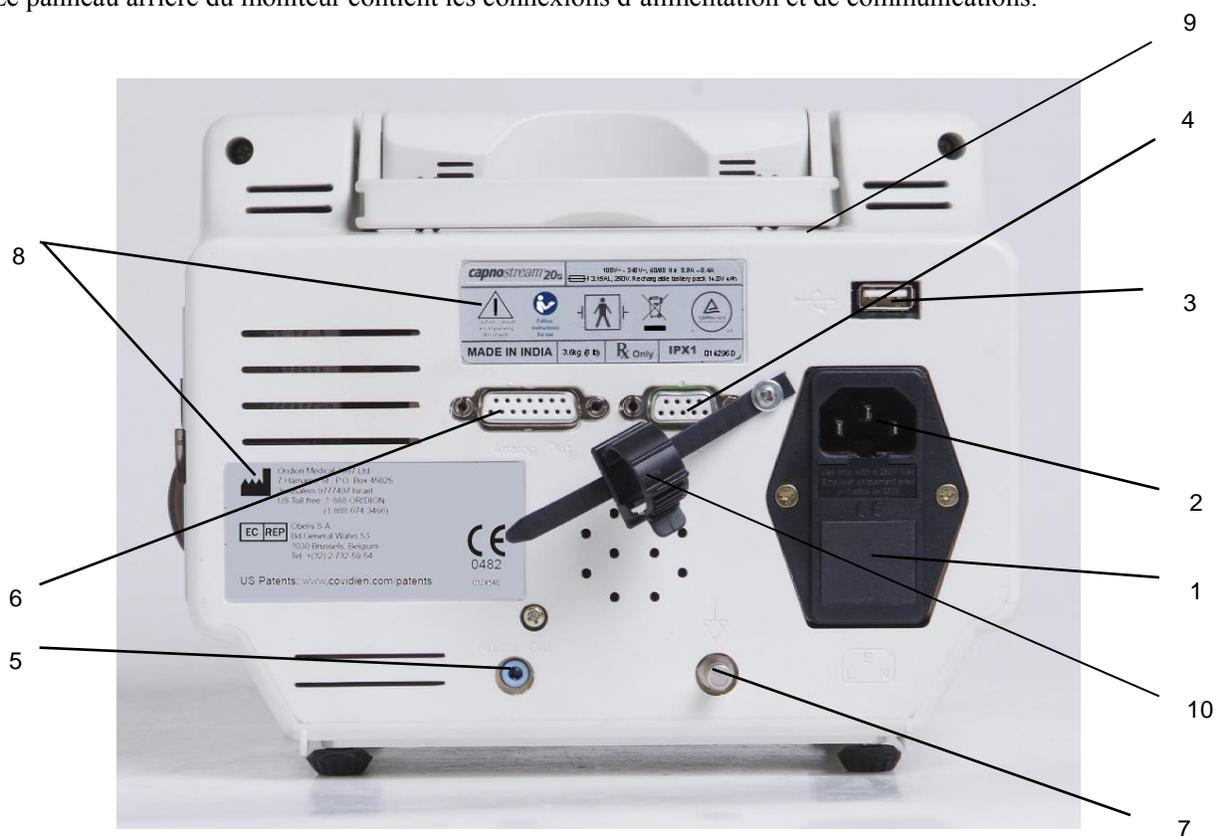

Figure 7 – Vue arrière du Capnostream™20p
1. Branchez le cordon électrique sur la prise secteur à l'arrière du moniteur (voir la Figure 7 – Vue arrière du Capnostream™20p à la page 31). Fixez l'amortisseur de tension du câble autour du câble et serrez-le pour assurer que le câble d'alimentation ne se débranche pas accidentellement du moniteur.